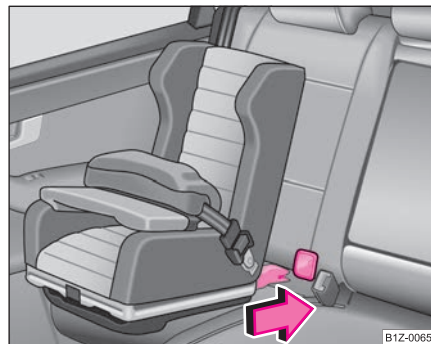

Fig. 159 Scaunul cu sistem ISOFIX se montează în dispozitivele de prindere existente.
- Împingeți brațele de fixare ale scaunului pentru copii prin elementele de prindere montate, în inele, până când se aude zgometul specific de blocare ⇒ pagina 180, fig. 159.